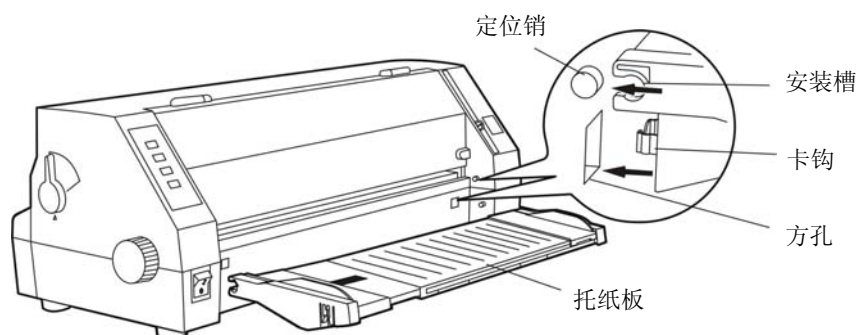

图 2-6 安装托纸板
1. 双手握住托纸板两侧，前端斜向下约 30 度角，将托纸板两侧的安装槽对准打印机外壳的定位销，然后将托纸板一侧推压到位，再将另一侧推压到位。（如图 2-6 所示）。